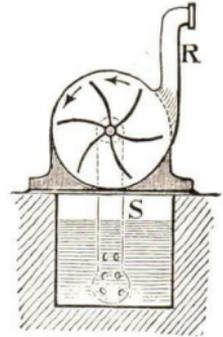

Abb. 50. Zentrifugalpumpe
4. Eine wichtige Anwendung findet die Fliehkraft bei der **Zentrifugalpumpe** (Abb. 50).